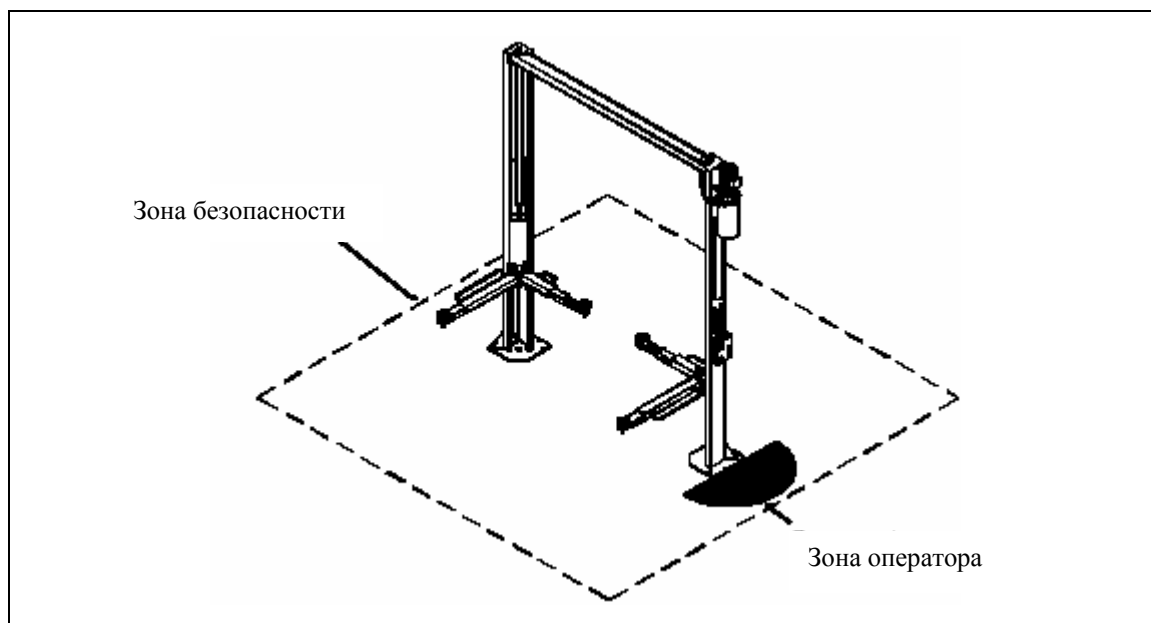

Рис.13 Рабочие зоны
- Зона безопасности находится под наблюдением во время выполнения подъема (Рис. 13).